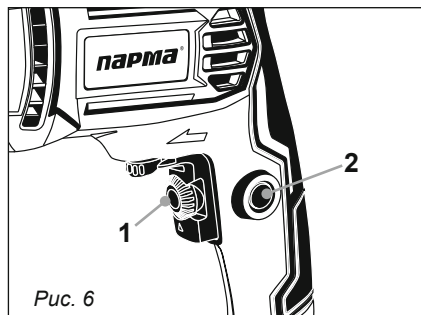

Рис. 6
6.5. Кнопка фиксации выключателя (рис. 6)